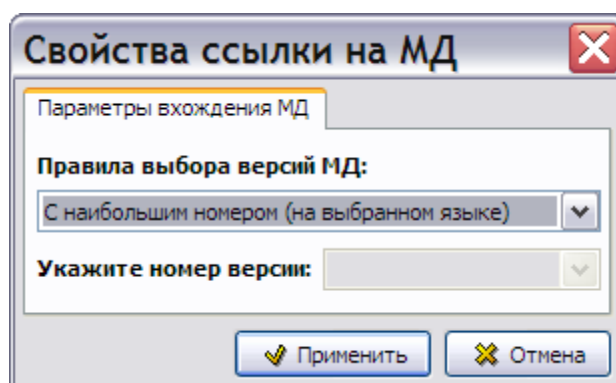

Рис. 23.25
8. Выделите модули данных, которые включены в состав публикации, и нажмите на кнопку **Свойства**  на панели инструментов правого окна редактора публикаций. В открывшемся окне **Свойства ссылки на МД** укажите правила выбора версий модулей данных (Рис. 23.25).